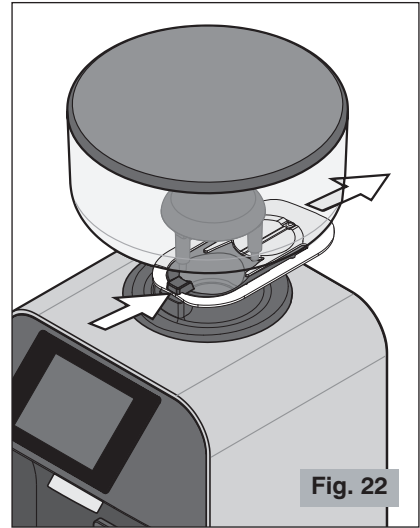

Fig. 22
- ⚠ **S'assurer de l'ouverture complète de l'obturateur de la cloche jusqu'à la fin de sa course (dernier déclenchement) (voir Fig. 22).**